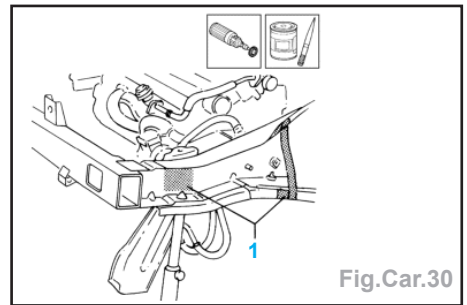

Fig.Car.30
- Utiliser la scie à lame circulaire pour éliminer la tôle en excédent (3).
- Déposer la tôle de fermeture et nettoyer les zones indiquées (Fig.Car.30).